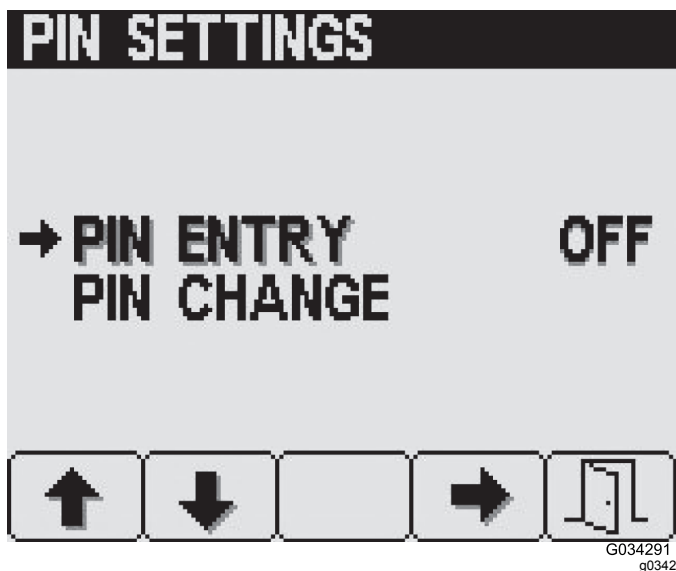

Figura 26
3. Dalla schermata Impostazioni PIN, premete il pulsante 4 per selezionare Inserimento PIN e per attivare o disattivare il PIN (Figura 26).